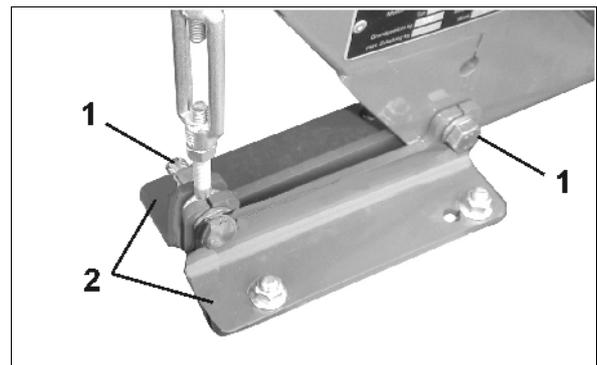

Fig. 24
- 3.1 À gauche : desserrez les 2 assemblages vissés (Fig. 24/1) et retirez les 2 raccords (Fig. 24/2).